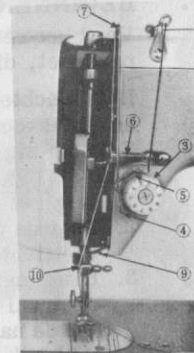

Fig. 8
2. Laat de draad van deze draadgeleiders naar beneden lopen en tussen de spanningschijven 3 van rechts naar links weer omhoog. Trek de draad ook over het draad-aantrekveertje no. 5. Dan achter de draadgeleider vlak boven de spanning-knop verder naar boven naar het oog in de draadhevelhevel no. 7. Steek hier de draad van rechts naar links in fig. 8.
3. Trek de draad naar beneden door de draadgeleider no. 6 (fig. 8) en vandaar naar de naaldklem-draadgeleider no. 10.